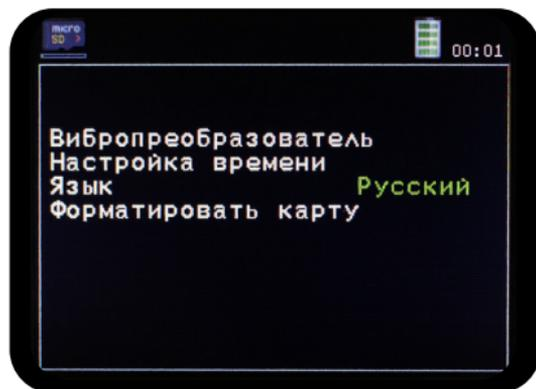

Рисунок 26. Меню «Настройки»
2.2.16 Меню «Настройки» содержит информацию о текущих установках прибора (Рисунок 26). В данном меню имеется возможность установить параметры вибропреобразователя, изменить язык интерфейса, установить дату и время, форматировать карту памяти.